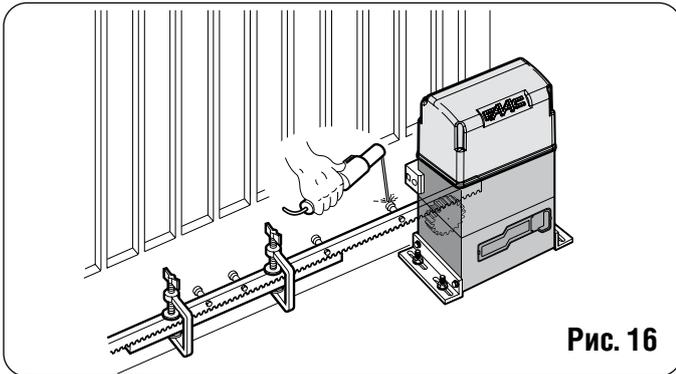

Рис. 16
5) Совместить вторую часть рейки с предыдущей с помощью отрезка рейки (как показано на рис. 16) для синхронизации обоих элементов.
4) Совместить вторую часть рейки с предыдущей с помощью отрезка рейки (как показано на рис. 16) для синхронизации зубьев обоих элементов.